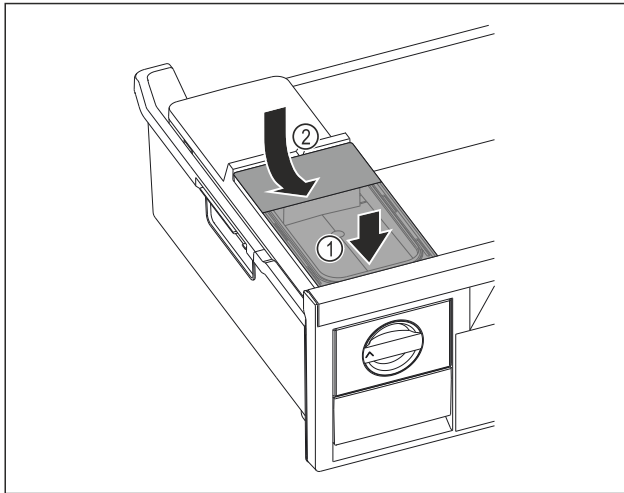

Fig. 77
- Wassertank vorne ansetzen. Fig. 77 (1)
- Wassertank hinten absenken. Fig. 77 (2)